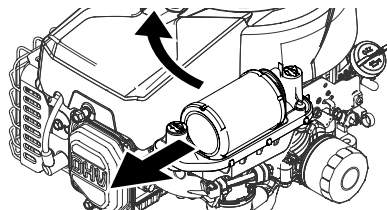

Figure 12
3. Tirez vers l'avant puis vers le haut pour enlever le filtre à air (Figure 12).